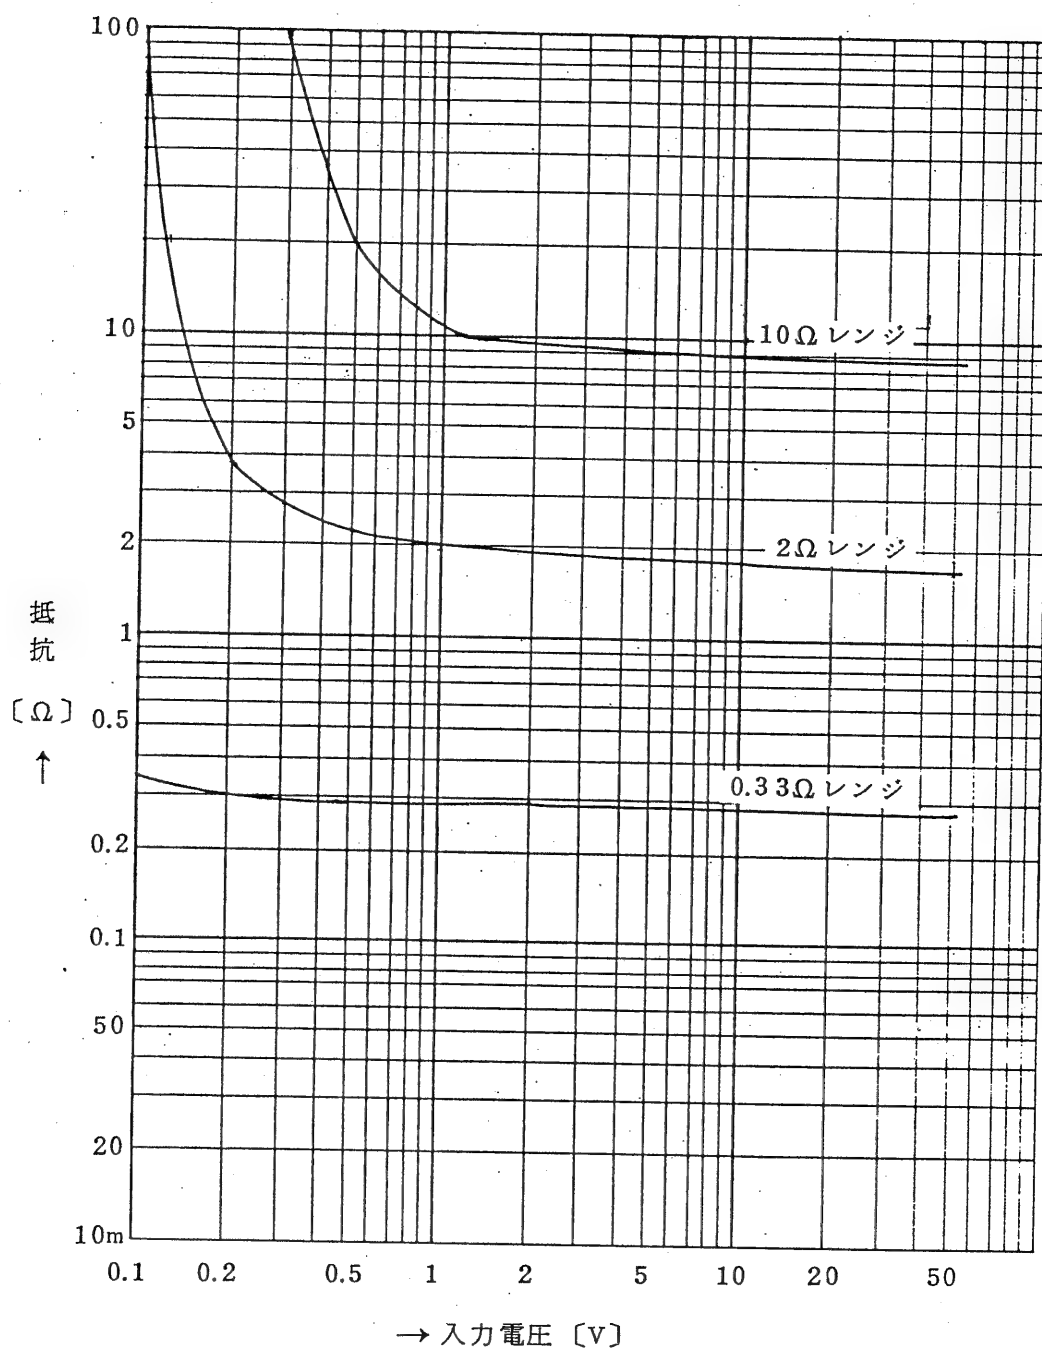

図 9
*動作中負荷スイッチが前述と同様遮断する場合がありますので過電圧、過電力等原因を確認して再投入して下さい。また、抵抗値と入力電圧との関係は次頁の図 9 のようになります。